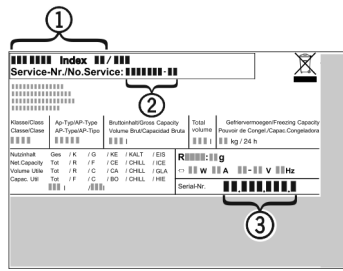

Fig. 35
- Z typového štítku odčítajte označenie zariadenia Fig. 35 (1), servisné č. Fig. 35 (2) a sériové č. Fig. 35 (3). Typový štítok je na ľavej vnútornej strane zariadenia.
- Upovedomte zákaznický servis a oznámte chybu, označenie zariadenia Fig. 35 (1), servisné č. Fig. 35 (2) a sériové č. Fig. 35 (3).